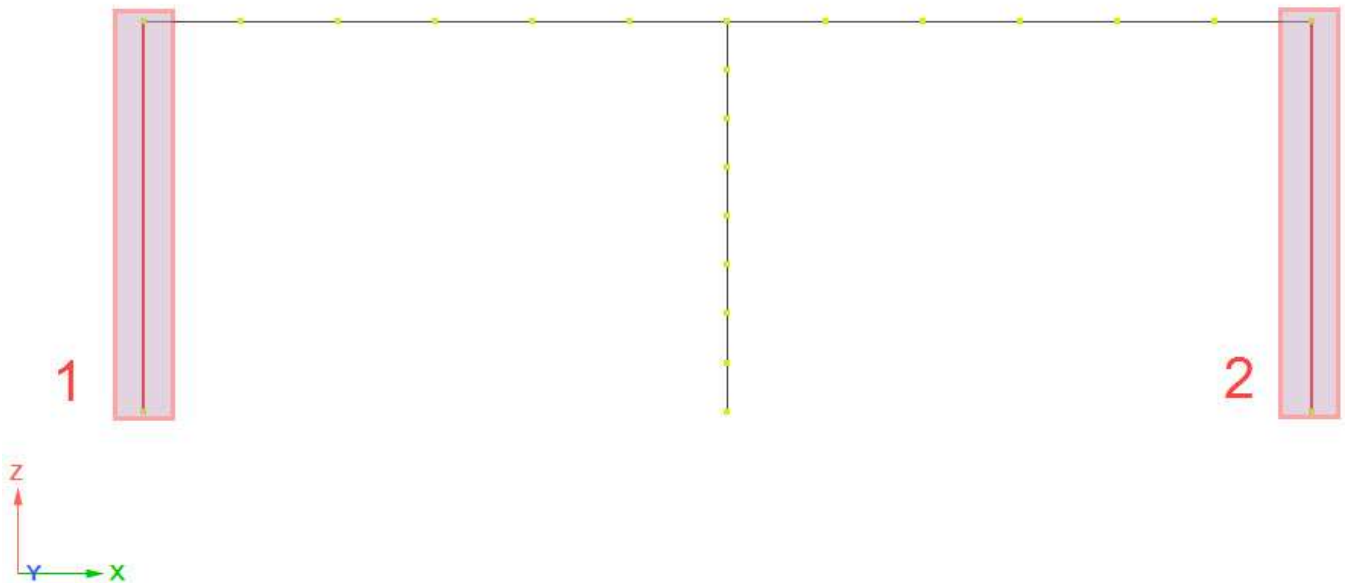

Рис. 3.15 Выбор крайних колонн
- С помощью курсора выберите крайние колонны 2-го этажа (Рис. 3.15);